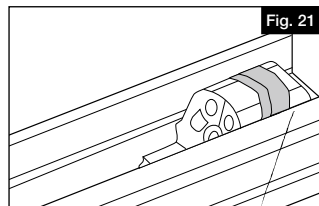
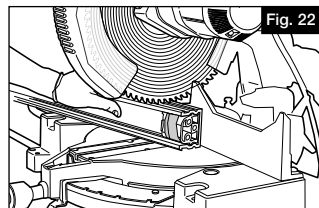

Fig. 21
Fig. 22
a. Enrouler suffisamment de ruban-cache autour des supports pour leur permettre de bien se loger dans les extrémités du profilé supérieur. Faire glisser les supports dans les extrémités du profilé supérieur. Aligner les supports sur la marque de l'angle sur le profilé (Fig. 21) de sorte que, lorsque la coupe est effectuée, toute la face du support soit coupée, mais que le moins de matière possible soit enlevée. Une fois les supports fixés au profilé inférieur, effectuer une coupe à travers le profilé et le support sur la ligne marquée (Fig. 22) pour établir l'angle d'installation.